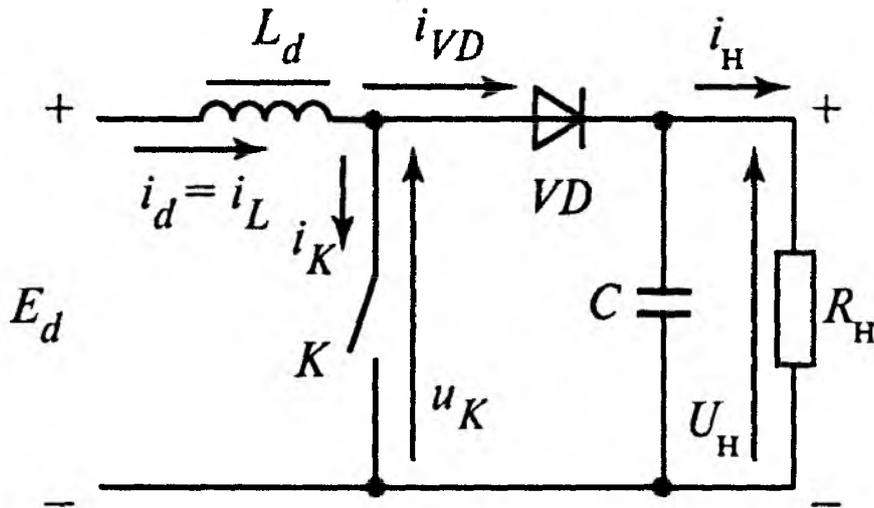

Рис. 7
11. Напряжение источника питания ИРПН второго типа (рис.7)  $E_d = 12$  В, сопротивление нагрузки  $R_H = 24$  Ом, напряжение на нагрузке  $U_H =$